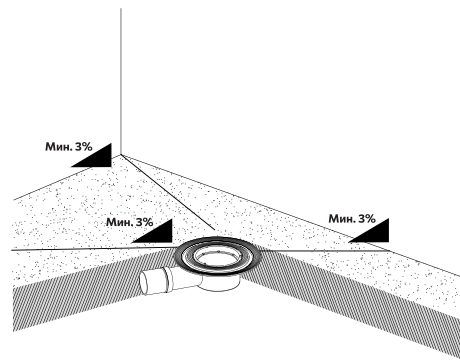

Рис. 4 / Сур-4
3. Выполните стяжку пола. Убедитесь, что все пространство под трапом заполнено бетонной смесью. При выравнивании пола обеспечьте угол уклона пола к трапу не менее 3%. Оставьте зазор под толщину плитки и слоя плиточного клея (рис. 4).